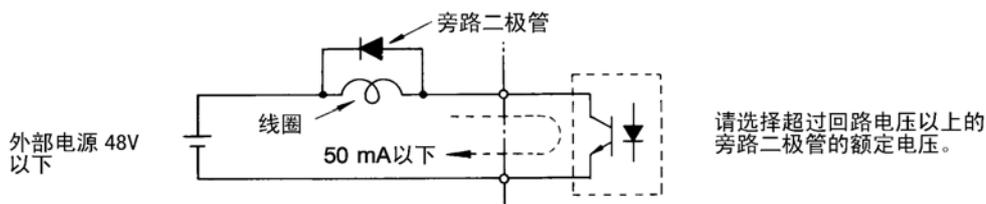

图 2.21 旁路二极管的连接
- \* 2 驱动继电器线圈等电抗负载时, 请务必如图 2.21 所示, 插入旁路二极管。